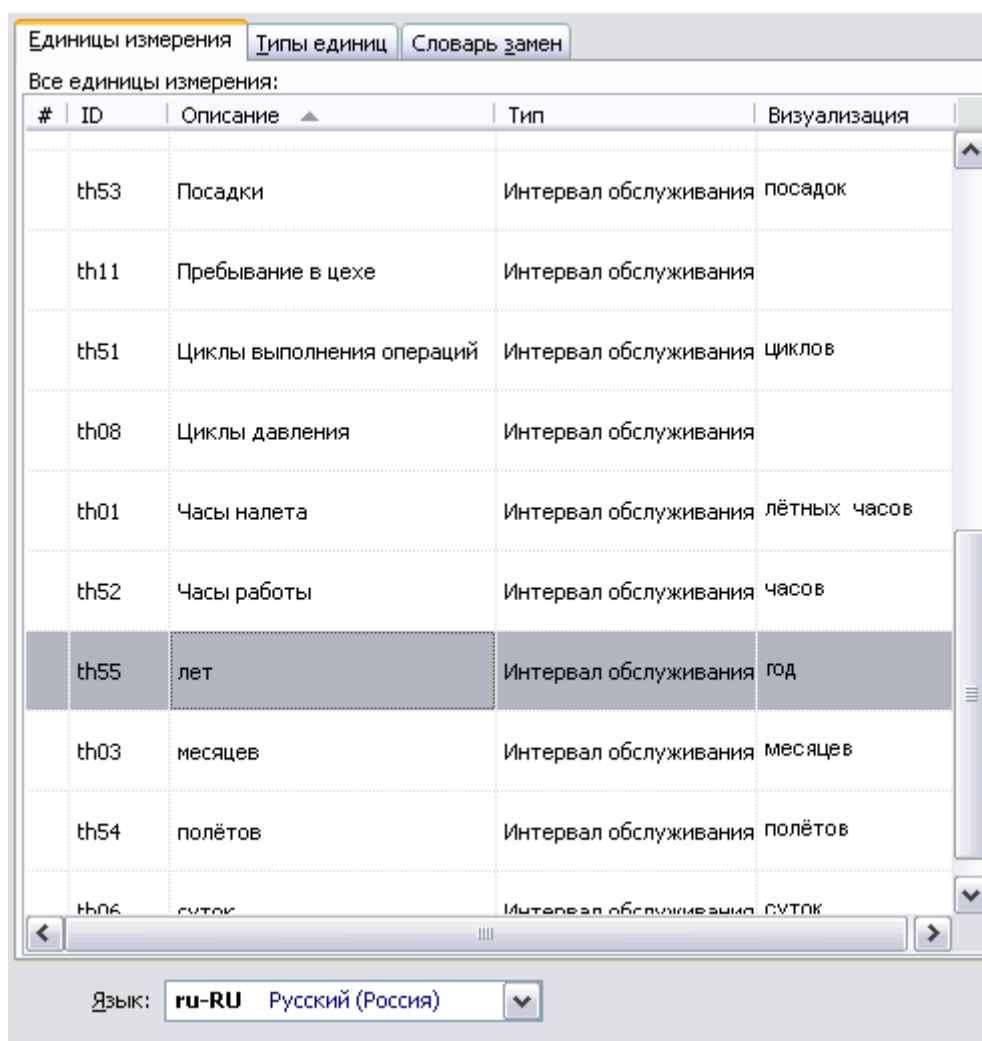

Рис. 3.94
6. Нажмите на кнопку **Применить**. Значения, введенные в поля **Описание**, **Тип** и **Отображение**, видны в столбцах **Описание**, **Тип** и **Визуализация** на вкладке **Единицы измерения** (Рис. 3.94).